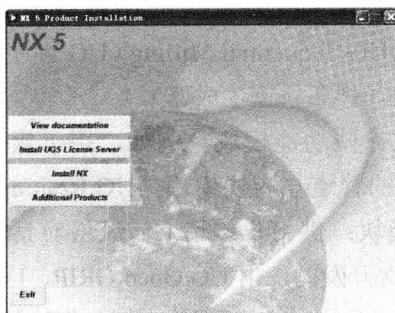

图 1-1 安装主界面
Step 01 将 UG NX5 的安装光盘放入光驱内，双击 UG NX5 安装光盘目录文件中的 Launch.exe 文件，启动安装程序。将出现安装主界面，如图 1-1 所示。